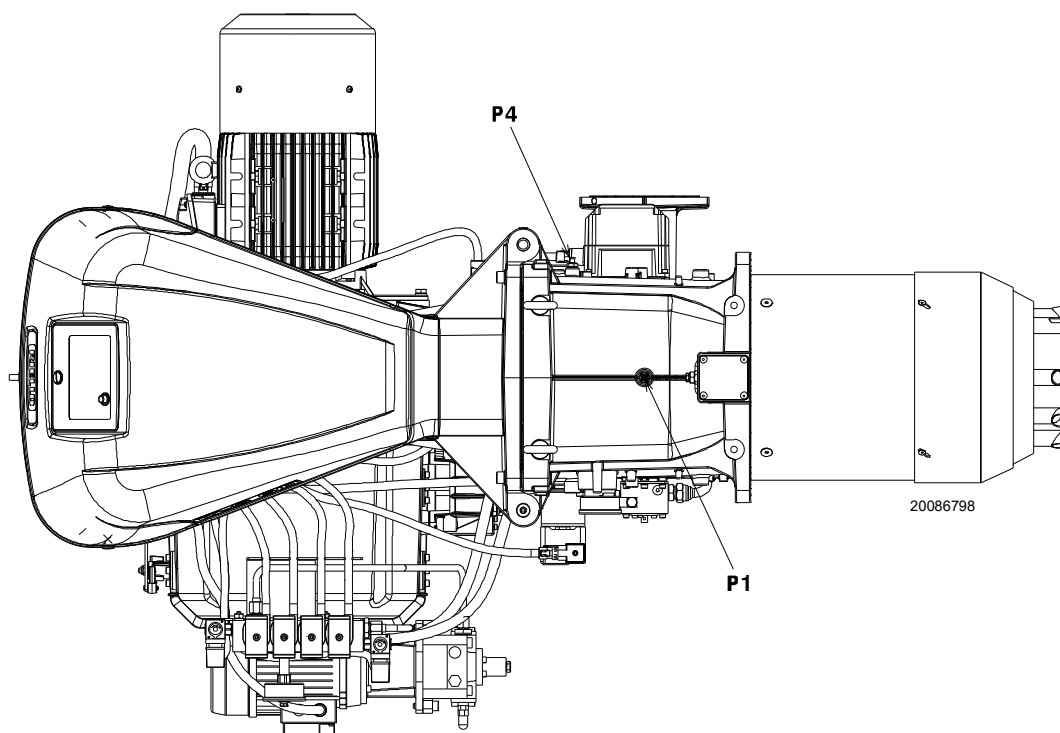

Fig. 27
Presiunea gazului măsurată la ieșirea P1)(Fig. 27 la pag. 30), cu:
- scădeți presiunea din camera de ardere din presiunea gazului la orificiul P1)(Fig. 27 la pag. 30).
Presiunea gazului la orificiul P1)(Fig. 27 la pag. 30)= 24,3 mbar
Pentru a cunoaște presiunea de gaz necesară la ieșirea P1)(Fig. 27 la pag. 30), setați puterea MAX la care doriți să funcționeze arzătorul:
- Citiți în dreapta, coloana 1, presiunea la priza P1)(Fig. 27 la pag. 30).
presiunea necesară la priza P1)(Fig. 27 la pag. 30).